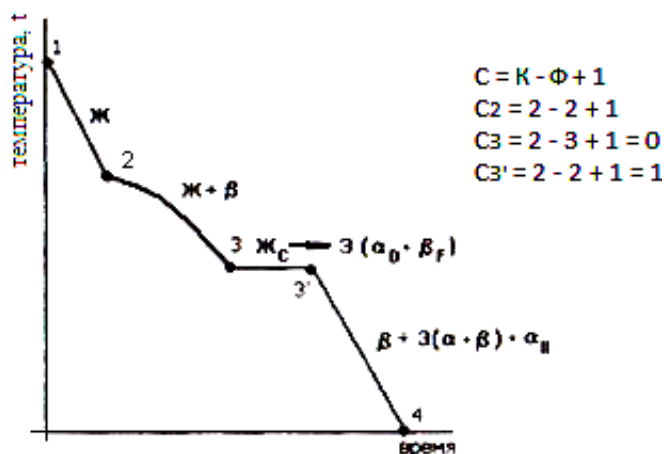

Рис. 12. Кривая охлаждения
- построить кривую охлаждения (рис. 12);